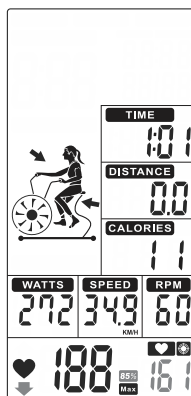

FIGURA 48
- Cuando la frecuencia cardíaca supere el 85%, y **85%** el valor parpadeará. Y el zumbador suena cada 10 segundos hasta que la FC del usuario supera el 65% (Figura 48).